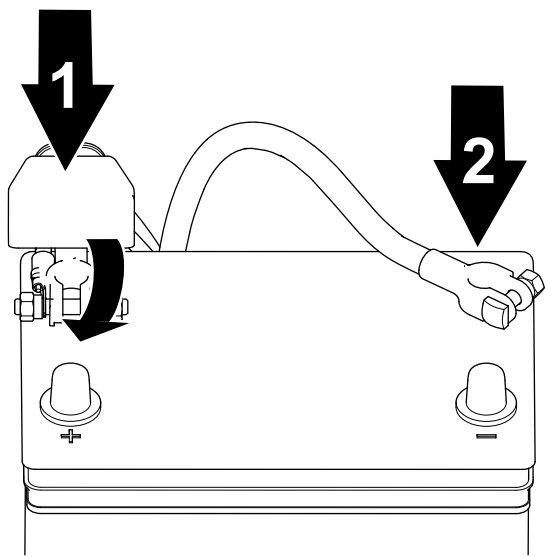

Figure 44
1. Branchez le câble positif à la batterie et serrez l'écrou de collier de la batterie (Figure 44).
2. Branchez le câble négatif à la batterie et serrez l'écrou de collier de la batterie (Figure 44).